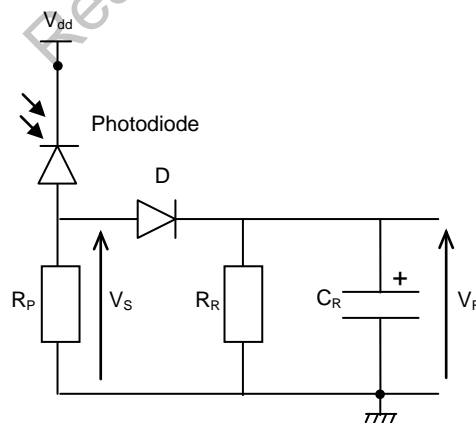

FIGURE 7
B.2 La conversion optique/électrique se fait par l'intermédiaire d'une photodiode, représentée figure 7. Le principe est de détecter le courant inverse qui traverse la photodiode et qui varie en fonction de l'intensité lumineuse reçue.